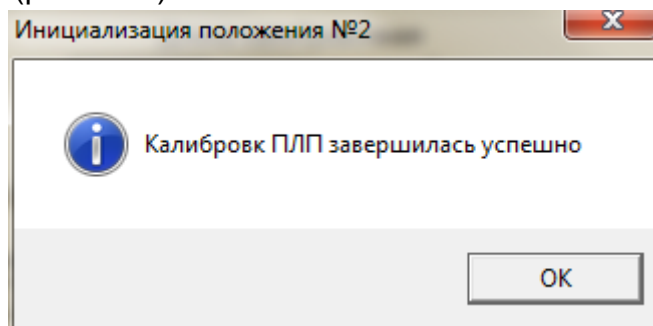

Рисунок 2.21 – сообщение об успешном окончании калибровки преобразователя.
6. Дождитесь появления сообщения об успешном окончании калибровки преобразователя (рис. 2.21).